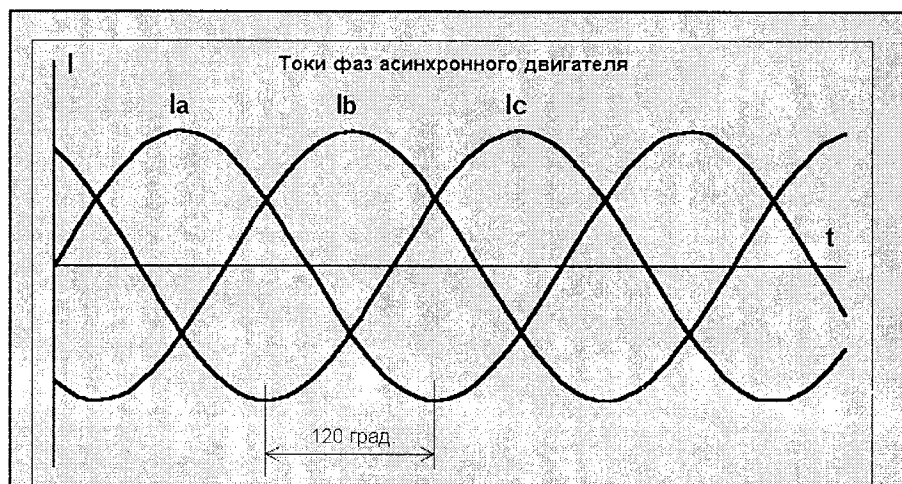

Рис. 2
Дисторшн — это эффект, при котором амплитуда сигнала ограничивается с двух сторон (рис.1), но не только он может создавать этот эффект, овердрайвом также можно добиться искажений, включив усилитель на всю мощность. Искажение — ограничение амплитуды сигнала с двух сторон. Есть два вида ограничения: мягкое — овердрайв (рис.2) и жесткое — дисторшн (рис.3). При мягком — уровень ограничения обратно пропорционален уровню входного сигнала. Это достигается включением встречно-параллельно диодов в цепь ООС (отрицательной обратной связи) операционного усилителя. При жестком ограничении уровень сигнала ограничивается внутри некоего диапазона. Это осуществляется включением на выход операционного усилителя диодов, включенных встречно-параллельно.
2) Токи фаз АД показаны на рис.2.